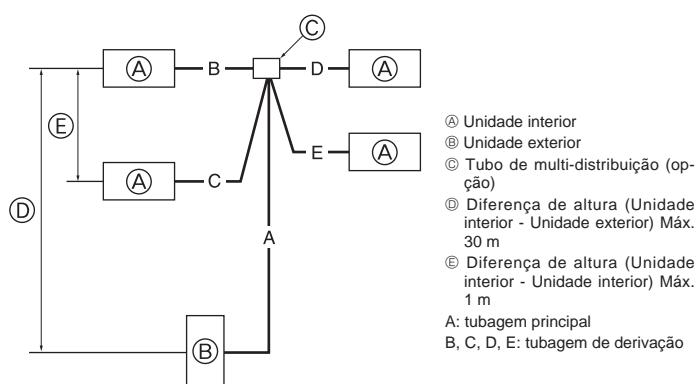

Fig. 4-10
4.8. Para a combinação dupla/tripla/quádrupla (Fig. 4-10)